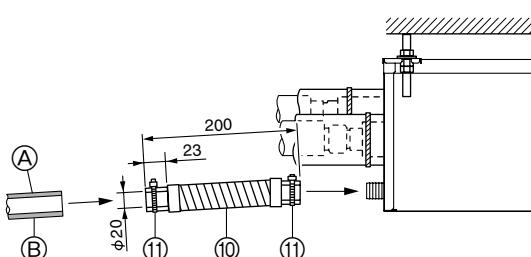

Fig. 8-1
(1) Нанесите ПВХ адгезив (приобретается на месте) на дренажное соединение ответвительной коробки и насадите присоединяемый дренажный шланг ⑩ на соединение как можно дальше. (Fig. 8-1)
(2) Вставьте жесткую ПВХ трубу (VP-16, приобретается на месте) в присоединяемый дренажный шланг ⑩, нанесите клей и закрепите ее. (Fig. 8-1)
(3) Наденьте зажим ⑪ на присоединяемый дренажный шланг ⑩. (Fig. 8-1)